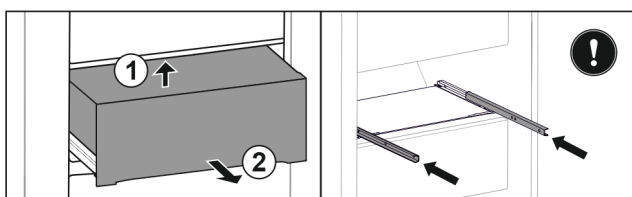

Fig. 135
- ▶ Nadvihnite zásuvku zospodu dozadu. Fig. 135 (1)
- ▶ Odoberte zásuvku dopredu. Fig. 135 (2)